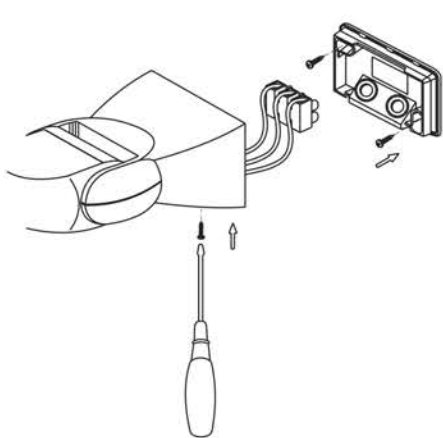
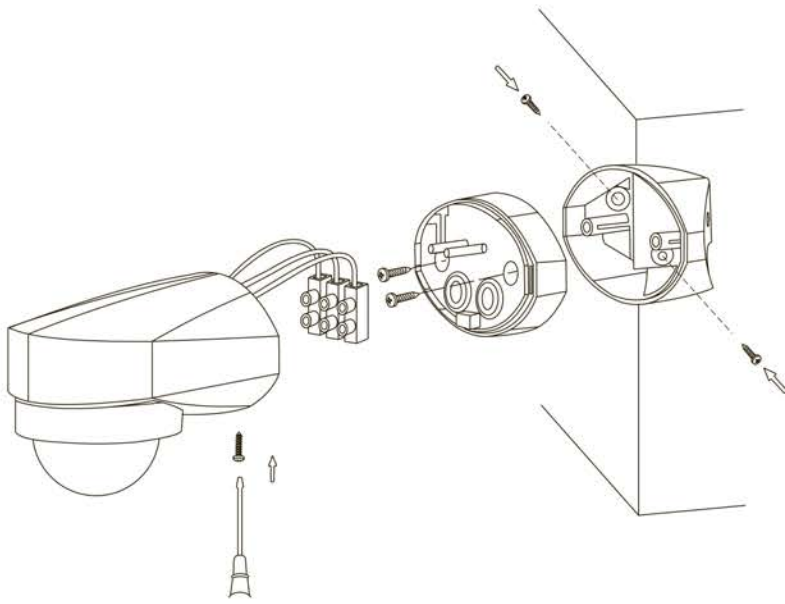

Рисунок 17 – Монтаж ДД 013
Рисунок 20 – Монтаж ДД 040
5.2.2 Монтаж ДД 013 (рисунок 17), ДД 040 (рисунок 20)
– На датчике ДД 040 открутить два винта и снять с задней крышки вставку с клеммной колодкой (рисунок 20).
– На датчике ДД 040 установить в обратной последовательности вставку с клеммной колодкой и закрепить ее на задней крышке двумя винтами (рисунок 20).